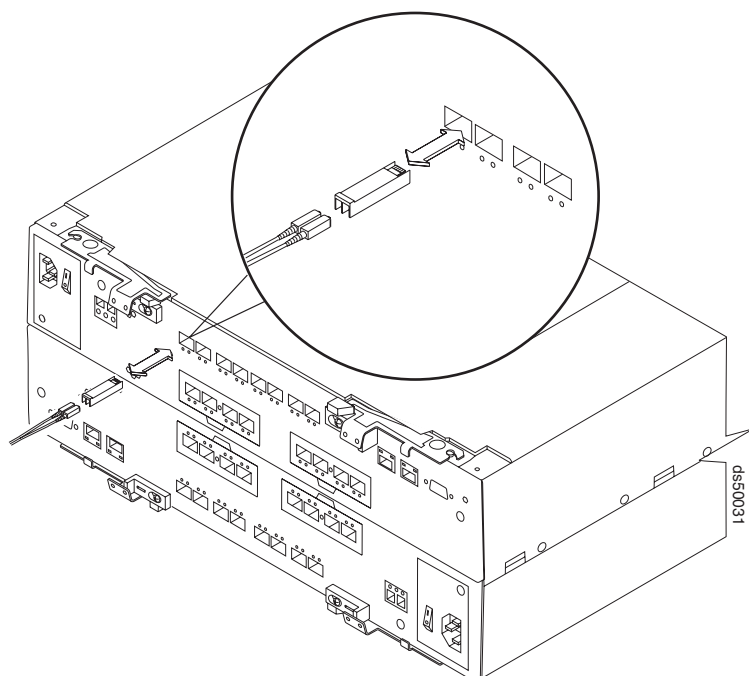

図 69. SFP モジュールと LC-LC ケーブルの DS5100 および DS5300 への取り付け
1. 116 ページの図 69 に示すように、SFP モジュールをストレージ・サブシステム背面のドライブ・ミニ・ハブ・ポートに取り付けます。